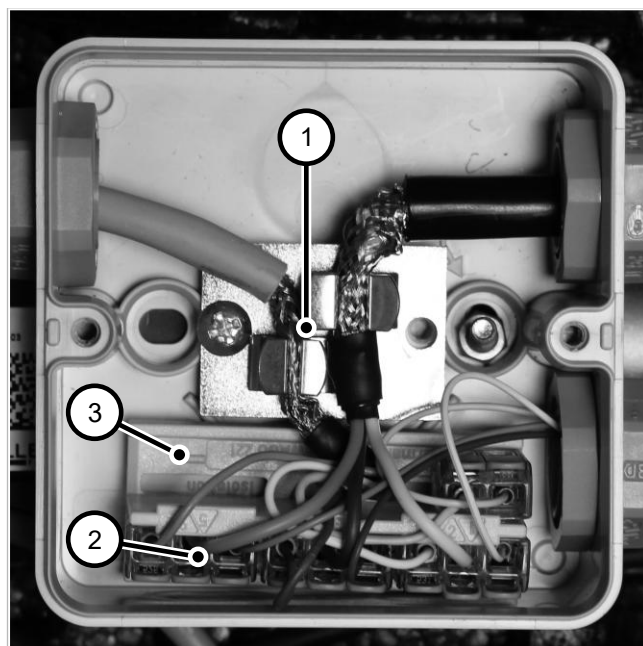

Abb. 9: Modbus-Anschlussbox
6. Beim Auflegen der Modbus-Leitung auf die Klemmen der Modbus-Anschlussbox die Adern entsprechend folgender Farbcodierung auflegen (vgl. → Abb. 9):